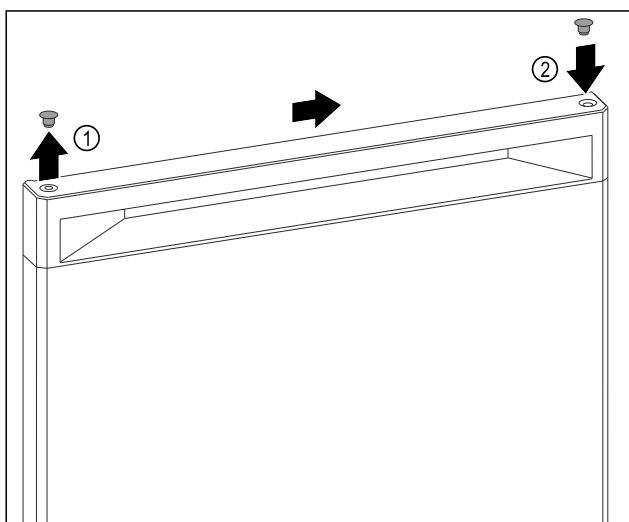

Fig. 9
- ▶ Осторожно поднимите заглушку в верхней части двери Fig. 9 (1) при помощи шлицевой отвертки.
- ▶ Установите заглушку на противоположной стороне Fig. 9 (2)